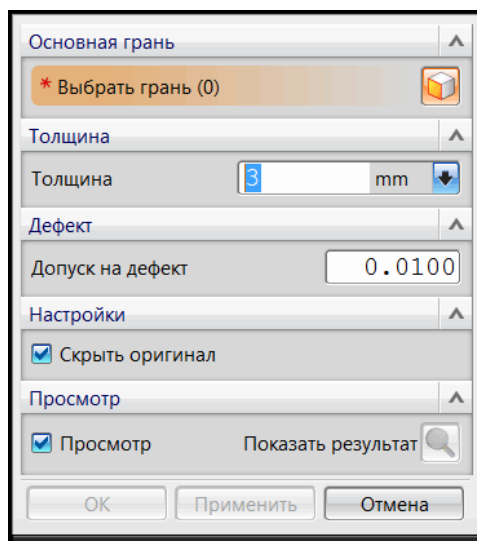

Рис. 1.65. Окно диалога **Утилита очистки**
На втором этапе анализируется возможность безошибочного преобразования в листовые тела NX моделей, геометрия которых проверена на первом этапе. Обычно это модели из других систем CAD. Такие модели не содержат дерева построения, параметризация ЭМ отсутствует. Создание ЭМ этих изделий происходит при настройках, отличающихся от настроек NX для приложения **Листовой металл NX**. Проблемы с конвертированием в листовое тело NX встречаются и у моделей, созданных в приложении **Моделирование**. В этих случаях полезно использовать функционал **Утилита очистки**, который находится в меню **Инструменты** при запущенном приложении **Листовой металл NX** (рис. 1.65).
- войдите в окно диалога **Утилиты очистки**: Меню **Инструменты** – **Утилита очистки** (рис. 1.65);